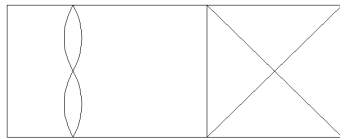

图 2-18 风机符号
绘制如图 2-18 所示的风机符号。操作步骤如下:
(4) 单击“绘图”工具栏中的“圆弧”按钮，绘制 4 段圆弧，结果如图 2-18 所示，最终完成风机符号的绘制。